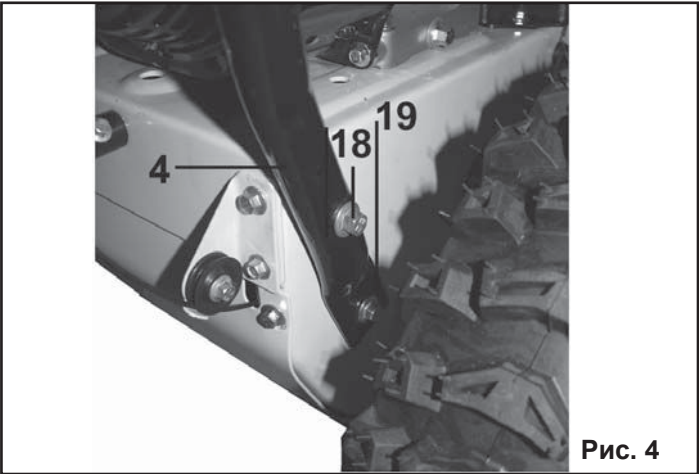

Рис. 4
- 6.1.2. Установите рукоятку управления (4) на корпус снегоуборщика, как показано на Рис.4.